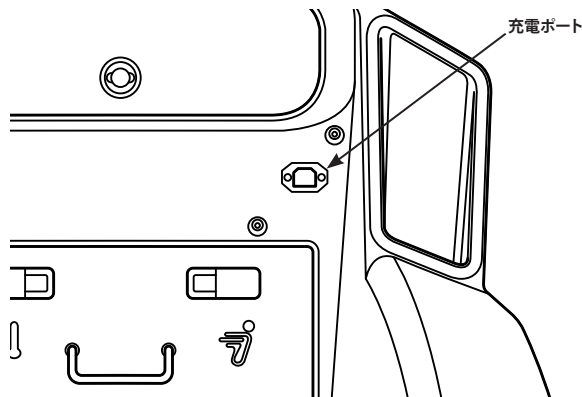

図 39: 充電ポートがきれいで濡れておらず、埃なども付着していないことを確認する
2. 充電ポート、電源コード、交流電源コンセントがきれいで濡れておらず、埃なども付着していないことを確認します (図 39)。